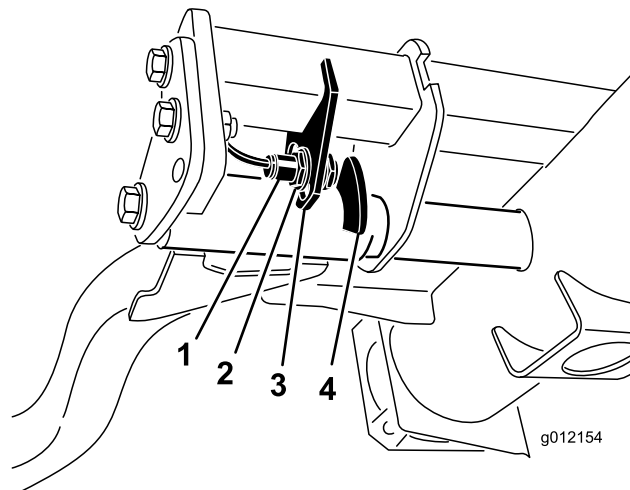

図 44
2. 昇降アームのスイッチは、油圧のメインタンクの下にある右前昇降アームの後ろ側に装着されている (図 44)。
3. スイッチの取り付けネジ (図 44) をゆるめ、スイッチの位置を下げると、昇降アームの旋回高さが長くなり、上げると、昇降アームの旋回高さが短くなる取り付けボルトを締め付ける。